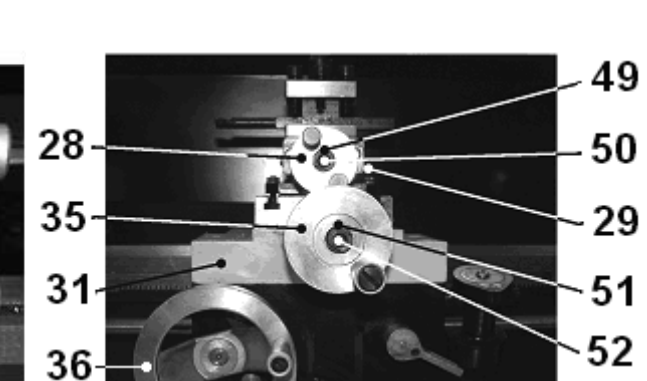

Рис. 8
9.4.2. Регулировка перемещения ходового винта поперечного суппорта (31), Рис. 8, выполняется так же, как регулировка перемещения ходового винта поворотного суппорта (29) (См. п. 9.4.1). Ослабьте фиксацию гайки (51) поворотом винта (52) против часовой стрелки. Вращая гайку (51) по часовой стрелке, выберите люфт.
Вращение маховика (35) подачи поперечного суппорта (31) должно быть свободным и плавным. Поворотом против часовой стрелки винта (52) зафиксируйте положение гайки (51), Рис. 8.